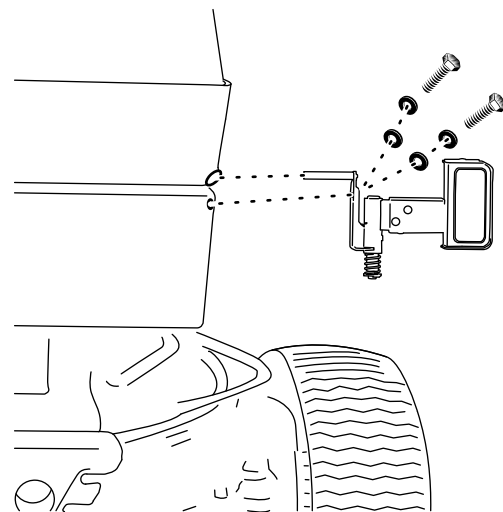

Figura 5
4. Monte el soporte de la luz trasera izquierda en los taladros existentes en la parte trasera de la máquina usando las fijaciones de los soportes retirados anteriormente (Figura 5).